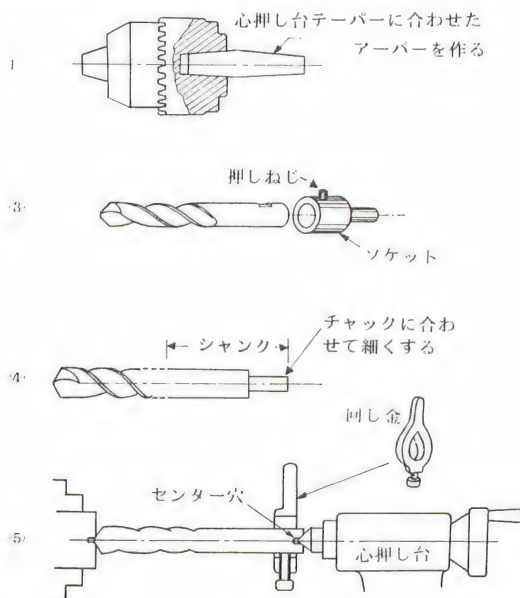

図10-17
- ①大型ドリルチャックのアーバーをミニ旋盤に合わせて取替える(図10-17①)。
- ②心押し台ドリルチャックの代わりに三爪チャックを付ける。
- ③ソケットを作る(図10-17③)。
- ④ドリルのシャンクを細く削る(図10-17④)。
- ⑤ドリルの尻にセンター穴をあけておき、回し金をしっかり締め付けて左手で支え、旋盤を比較的低速で回転させ、右手で心押し台ハンドルを回して工作物の案内穴にドリルを押しつけながら進める(図10-17⑤)。